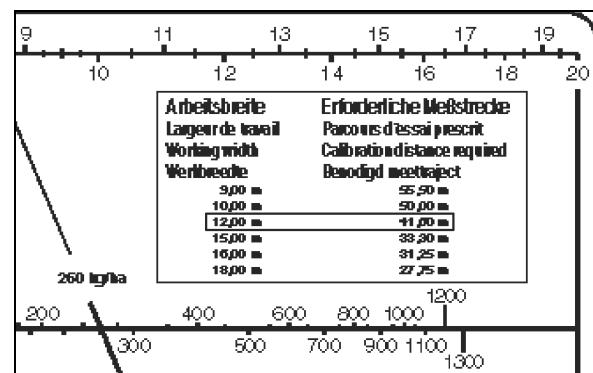
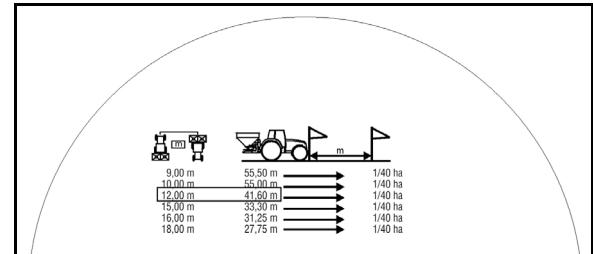

图 65
图 66
3. 从列线图表格（图 65）或量盘（图 66）背侧可读取针对所需工作宽度（12 m）的相应测量距离（41.6 m）。